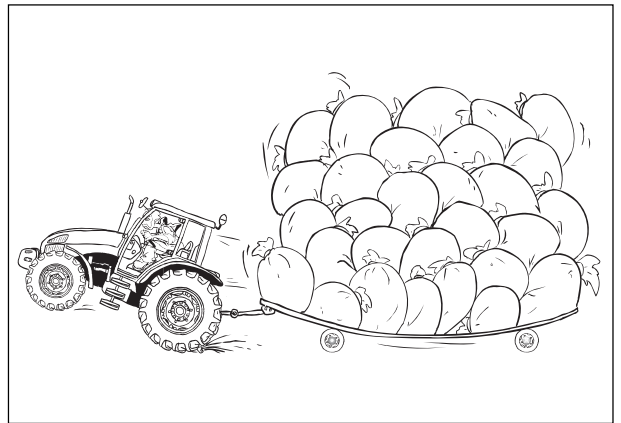

Abb. 2-27
- Den Traktor NICHT überlasten und NICHT über sein Tragvermögen hinaus ballastieren. Nie Ballast zufügen, um eine Überlastung auszugleichen. Die Belastung verringern (Abb.2-27).